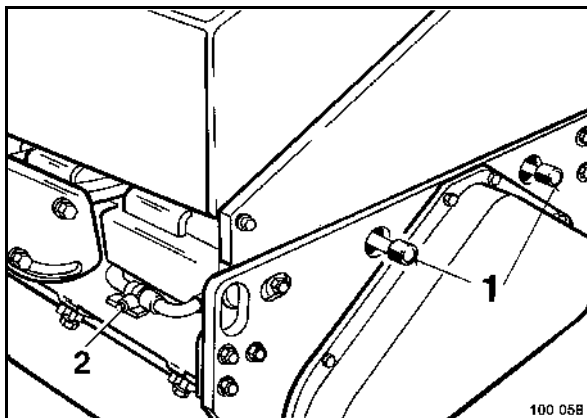

fig. 85
- Ouvrir la vanne d'arrêt 2 (fig. 85).
- Enlever les tuyaux d'alimentation d'eau des tubes d'arrosage (1).
Ne pas refermer la vanne d'arrêt 2 (fig. 85) avant que le mélange antigel s'écoule des deux tubes d'arrosage.